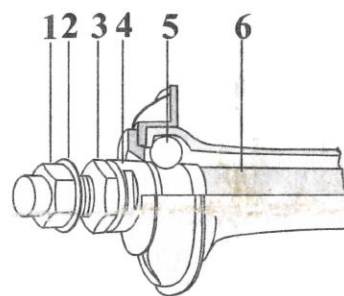

Рис. 1
1. Ослабьте осевые крепёжные гайки **1** (Рис. 1).
Для проверки правильности регулировки подшипников **5** (Рис. 1) необходимо вывесить переднее колесо, переместить его до горизонтального положения вентиля камеры и отпустить. Колесо должно выйти из состояния покоя под действием силы тяжести вентиля.